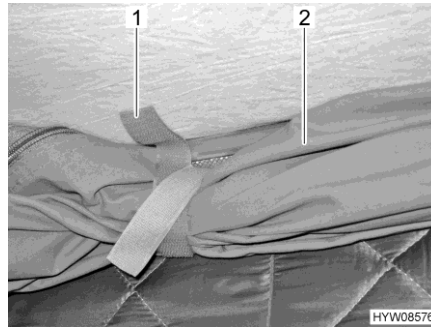

Bild 80 Haltetaschen
- Haltetaschen (Bild 80,1) an aufgerolltem Zeltstoff (Bild 80,2) lösen.
- Zeltstoff (Bild 80,2) einrollen und mit den Haltelaschen (Bild 80,1) sichern.